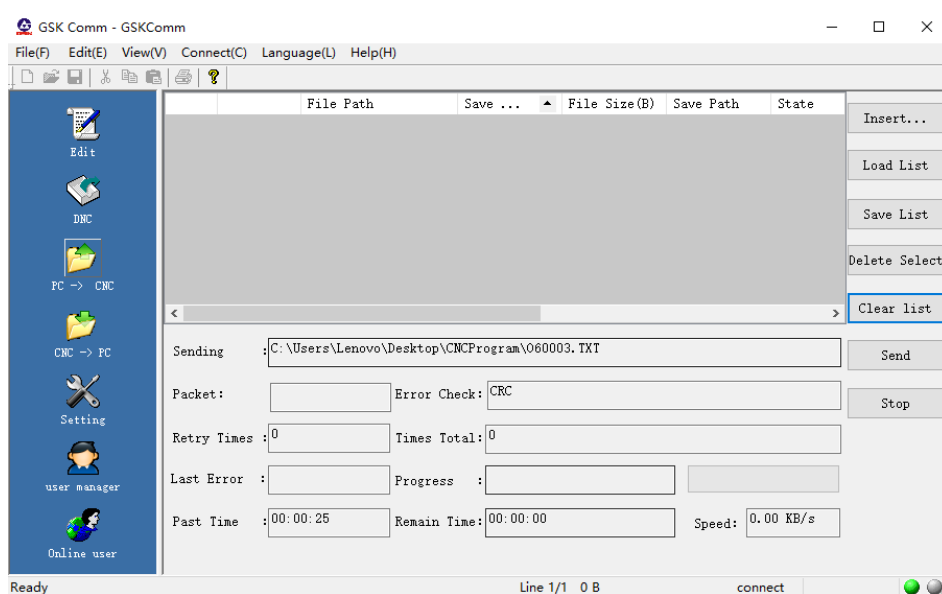

Figura 11-3-2-11
4. Una vez enviado el archivo, aparecerá “enviado” en la barra de estado de cuadro de diálogo. Como se muestra en la figura 11-3-2-12.